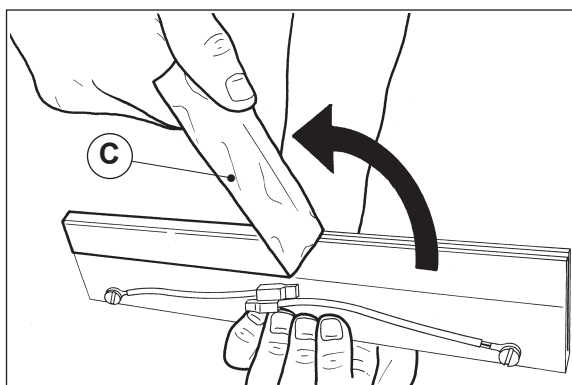

Fig. 2
- 3) Remove the sealing bar together with the connection wires (Fig. 2).
- 3) Extraire la barre de soudure avec les câbles (**Fig. 2**).
- 3) Extraer la barra soldadora con sus hilos (**Fig. 2**).
- 2) Detach the brown Teflon cover (C) (Fig. 2).
- 2) Détacher la couverture en téflon marron (C) (Fig. 2).
- 2) Quitar la cobertura de teflón marrón (C) (Fig. 2);